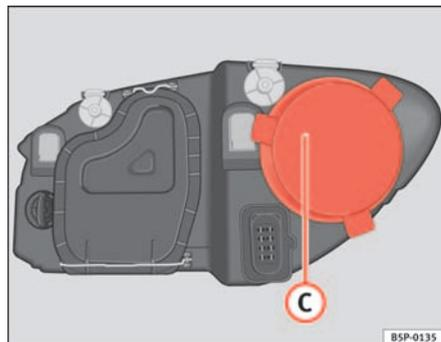

Fig. 177 Abbaglianti
- Rimuovere la copertura ⇒ fig. 177 C tirando dalla stessa.